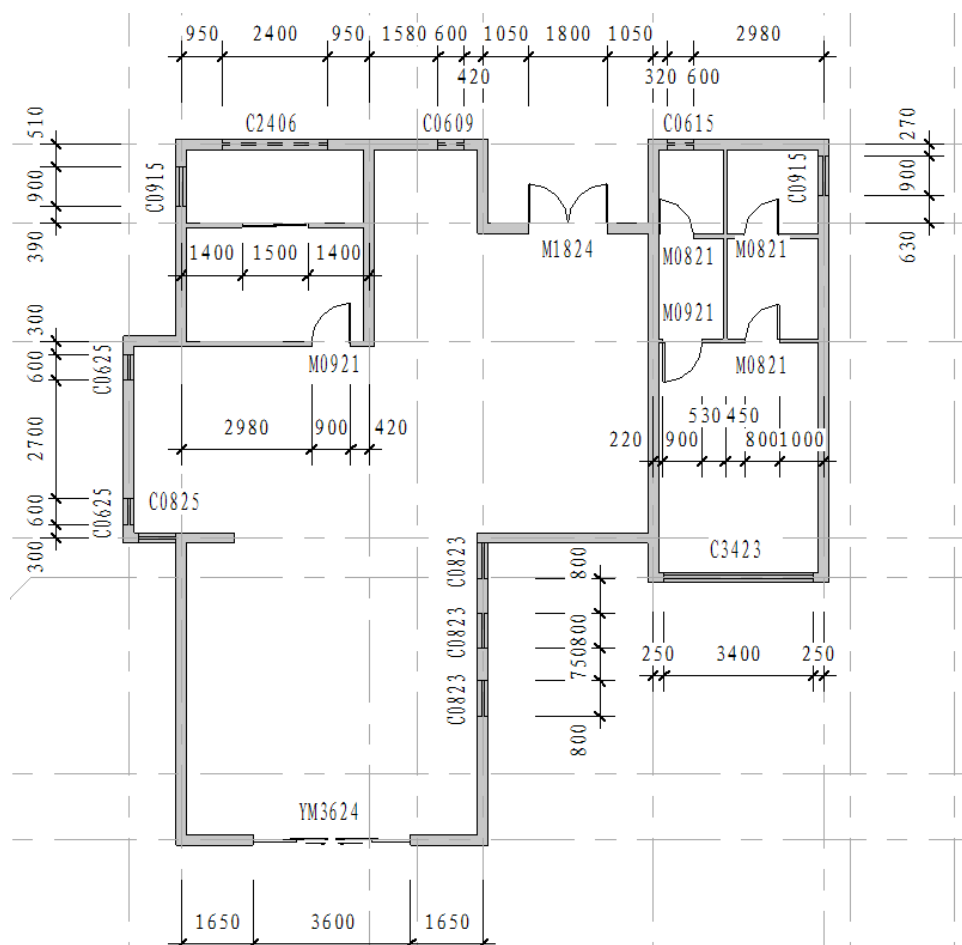

图 3-32
- 单击设计栏“基本”-“门”命令,在类型选择器中分别选择门类型:“YM3627:YM3624”、“装饰木门-M0921”、“装饰木门-M0821”、“双扇现代门:M1824”、“型材推拉门:塑钢推拉门”,按图 3-32 所示位置移动光标到墙体上单击放置门,并编辑临时尺寸按图 3-32 所示尺寸位置精确定位。
- 单击设计栏“基本”-“窗”命令,在类型选择器中选择窗类型:“推拉窗 2406:C2406”、“C0615:C0609”、“C0615”、“C0915”、“C3415:C3423”、“固定窗 0823:C0823”、“推拉窗 C0624:C0825”、“推拉窗 C0624:C0625”,按图 3-32 所示位置移动光标到墙体上单击放置窗,并编辑临时尺寸按图 3-32 所示尺寸位置精确定位。
- 3) 单击设计栏“基本”-“窗”命令，在类型选择器中选择窗类型：“推拉窗 2406：C2406”、“C0615：C0609”、“C0615”、“C0915”、“C3415：C3423”、“固定窗 0823：C0823”、“推拉窗 C0624：C0825”、“推拉窗 C0624：C0625”，按图 3-32 所示位置移动光标到墙体上单击放置窗，并编辑临时尺寸按图 3-32 所示尺寸位置精确定位。